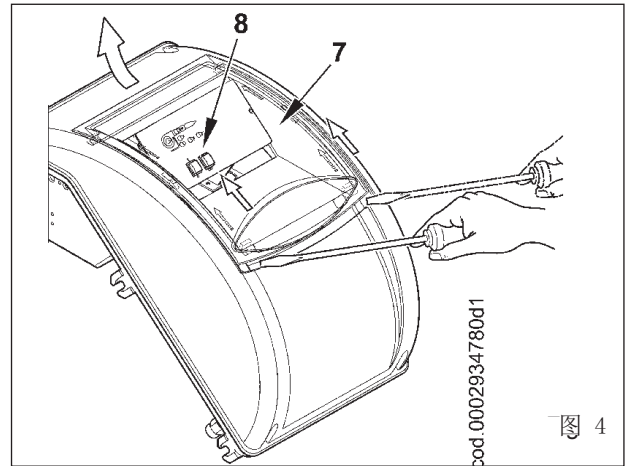

图 4
- 4) 为盖上电控箱的盖子，必须以约 5 Nm 的扭矩拧紧 4 个螺丝（1），以保证正确密封。此时，为了能够操作控制面板（8），需用工具（比如扳手）以轻微的压力按照图 4 箭头的方向旋转，释放玻璃门（7），使其滑过很短的距离并把它与盖板分开。